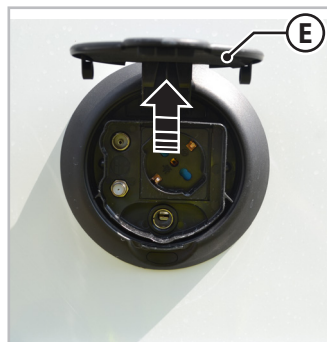

Fig. 6.34 - Presa multimediale esterna
2. Sollevare il coperchio (E - Fig.6.34) della presa posizionata sulla fiancata del veicolo.